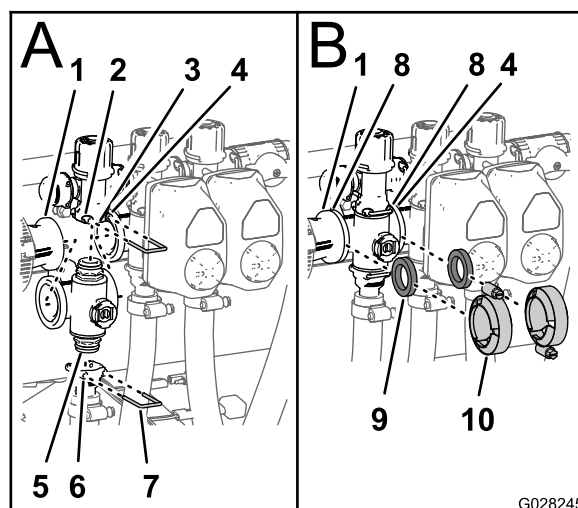

Рисунок 144
1. Вставьте верхний штуцер торцевой крышки коллекторного клапана в перепускной штуцер (Рисунок 144).
2. Закрепите штуцер торцевой крышки на перепускном штуцере, вставив держатель в гнездо перепускного штуцера (Рисунок 144).
3. Установите выпускной штуцер на нижний штуцер торцевой крышки коллекторного клапана (Рисунок 144).
4. Закрепите штуцер торцевой крышки на выпускном штуцере, вставив держатель в гнездо выпускного штуцера (Рисунок 144).
5. Установите уплотнительную прокладку между фланцами переходной муфты и коллектором клапана секции (Рисунок 144).
6. Установите переходную муфту, уплотнительную прокладку и коллектор клапана секции с помощью хомута, затянув его вручную (Рисунок 144).
7. При установке двух самых левых клапанов секций установите уплотнительную прокладку между фланцами двух соседних коллекторов клапанов секций (Рисунок 144).
8. Установите два прилегающих коллектора клапанов секций и прокладку с помощью хомута, затянув его вручную (Рисунок 144).